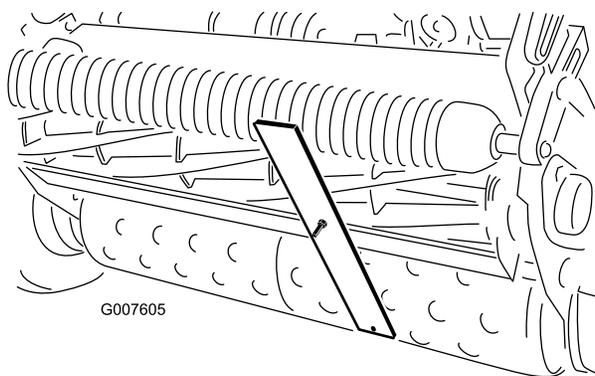

Рисунок 53
- Зацепите головку винта за режущую кромку неподвижного ножа, а задний конец планки уприте в задний валик (Рисунок 53).